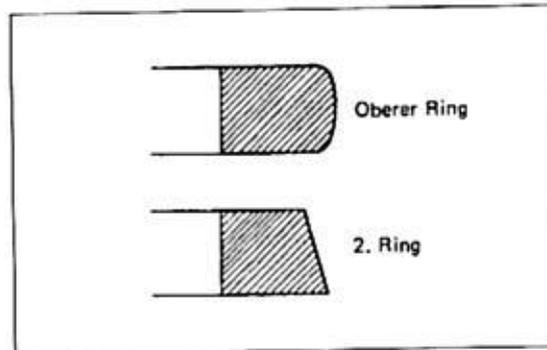
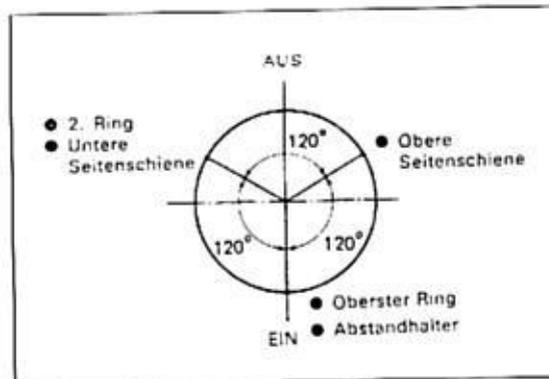

Bild 127
Bild 128
- Kolbenringe (Bild 127) mit Markierung nach obenweisend am Kolben montieren, dabei Ringe nicht weiter als unbedingt nötig aufweiten, da sie leicht brechen. Kolbenringstöße um 120° versetzt anordnen (Bild 128).